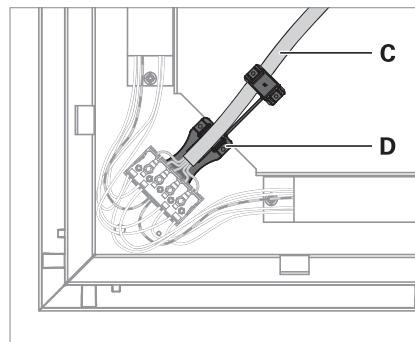

Fig. 6: Zugentlastung montieren.
- ▶ Fixieren Sie die Anschlussleitung **C** mit der Zugentlastung **D**, siehe Fig. 6.